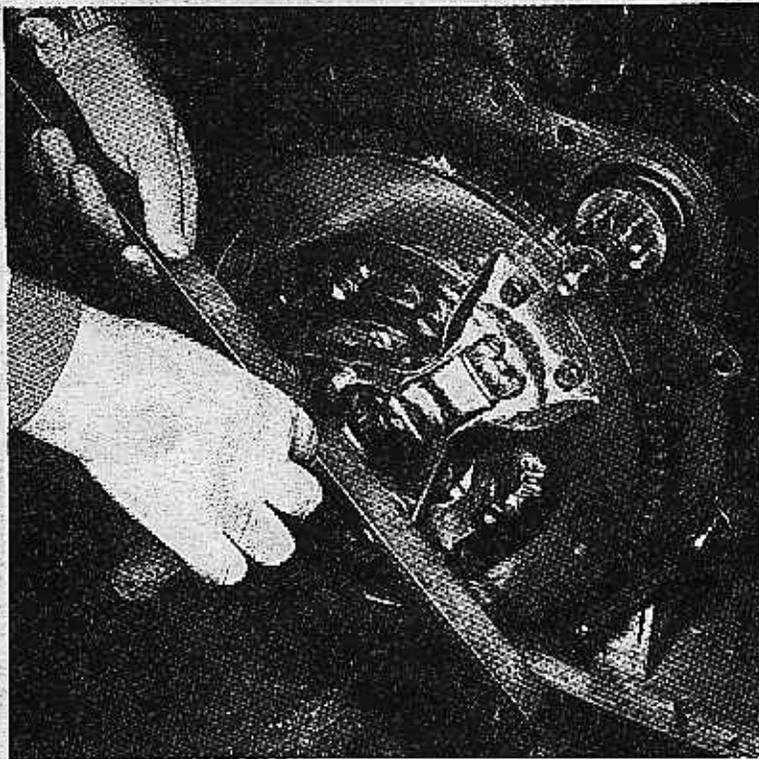

Figure 64. — Réglage des doigts de débrayage
A. Nettoyer le volant et l'embrayage. Enduire d'une légère couche de graisse fluide l'évidement du volant qui sert de manchon-guide à l'arbre d'embrayage. Placer le disque d'embrayage contre le volant en dirigeant la partie la plus courte du moyeu vers le volant. Monter le plateau mobile en évitant de serrer exagérément les boulons. Centrer le disque d'embrayage à l'aide de l'arbre d'embrayage ou d'un arbre pilote, et serrer uniformément les boulons du plateau mobile. Enlever l'arbre pilote et vérifier le réglage des doigts à bascule (fig. 64); ils doivent être réglés à 2,14 cm (27/32 de pouce). Effectuer le réglage en desserrant le contre-écrou des vis de réglage, et en faisant pivoter celles-ci jusqu'à ce que la distance entre le face d'appui des doigts (contacts avec la butée de débrayage) et la surface du support d'embrayage soit de 2,14 cm (27/32 de pouce). Serrer les contre-écrous. Monter le moteur ou l'ensemble de la boîte de vitesses et de la boîte auxiliaire.